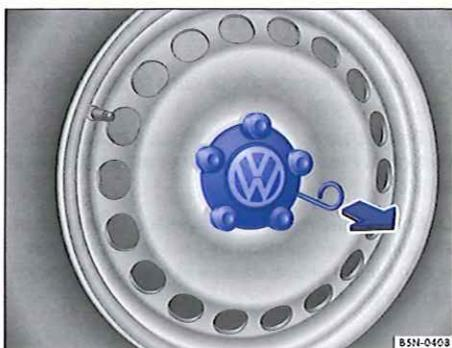

Fig. 220 Retrait de l'enjoliveur central.
- Pour le *retirer*, retirez l'étrier métallique de l'outillage de bord ⇒ page 396 et accrochez-le sur l'arête de l'enjoliveur ⇒ fig. 220.